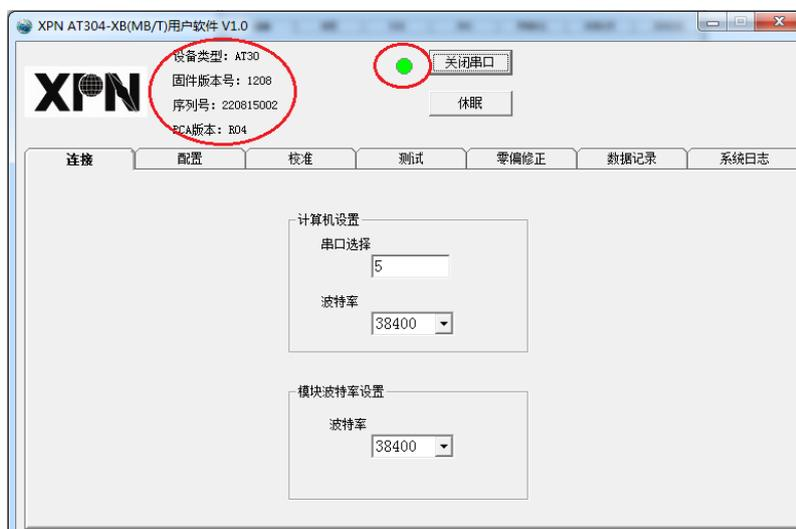

图 4-2-2
- (4) 选择正确串口号。
- (5) 点击“连接”按钮，连接成功后，界面如图 4-2-2 所示。“连接”按钮旁灯变绿，表示连接成功，红色表示连接异常。